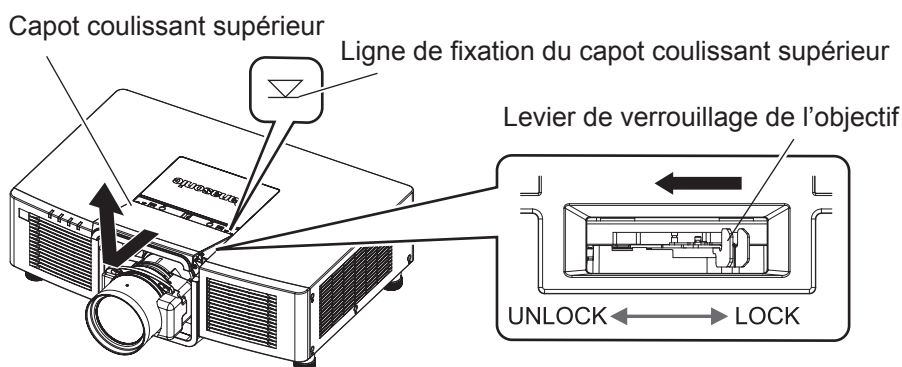
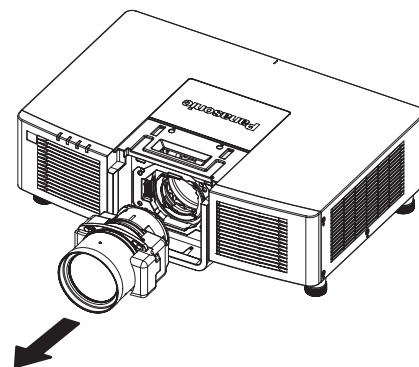

Fig. 3
Fig. 5
- 3) **Assurez-vous que le levier de verrouillage de l'objectif est positionné du côté Unlock. (Fig. 3)**
- Si le levier de verrouillage de l'objectif est du côté Lock (Fig. 5), pincez le levier de verrouillage de l'objectif et tournez-le vers le côté Unlock. (Fig. 3)
- 5) **Tout en maintenant l'objectif de projection, tournez entièrement le levier de verrouillage vers le côté Lock. (Fig. 5)**
**2) Retirez le capot coulissant supérieur. (Fig. 3)**
**4) Retirez l'objectif de projection. (Fig. 5)**
**5) Fixez le capot coulissant supérieur. (Fig. 3)**